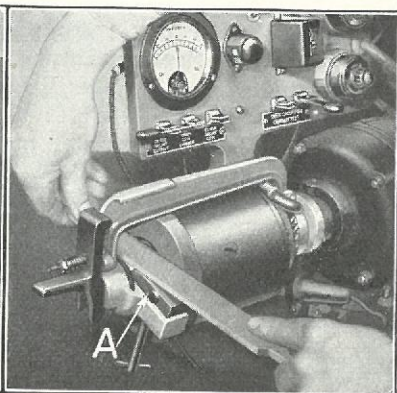

Fig. 516
- (b) Ujævn eller snavset Komutator: Hvis Komutatoren er ujævn, anbringes Dynamoen i Prøvemaskinens Fileapparat (Fig. 516), hvorefter Ankeret drejes rundt. Hold en fin Fil let paa Komutatoren og fil den ned, indtil der faas en ren og glat Overflade.